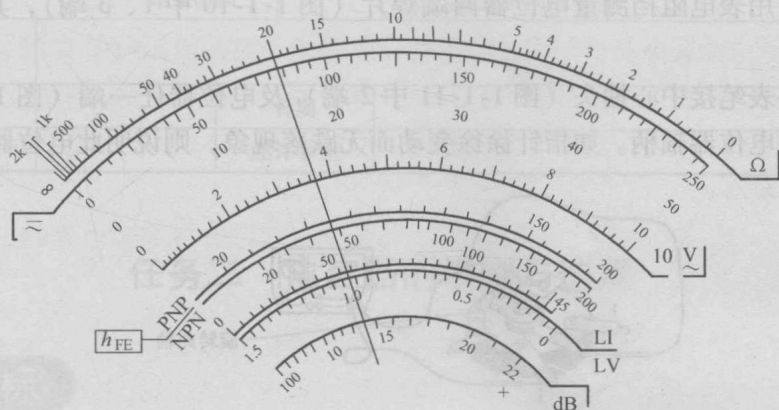

图 1-1-8 电阻挡读数示例
(4) 读数 指针落在如图 1-1-8 所示的位置时，若挡位选在 $R \times 1$ 挡，其读数应为 $20 \times 1\Omega = 20\Omega$ ；若挡位选在 $R \times 10$ 挡，其读数应为 $20 \times 10\Omega = 200\Omega$ ；同理，若挡位分别选在 $R \times 100$ 、 $R \times 1k$ 、 $R \times 10k$ ，其指示读数仍为 20，但倍率数分别为 100、1000、10000，最终读数分别为 $2k\Omega$ 、 $20k\Omega$ 和 $200k\Omega$ 。